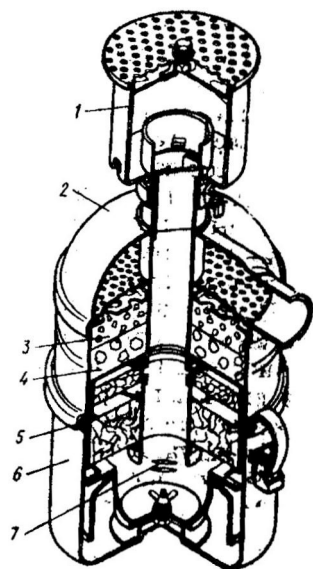

Рис. 39. Воздушный фильтр (воздухоочиститель):
8) во избежание засасывания масла в цилиндры дизеля и увеличенного нагарообразования нельзя допускать заливки масла в поддон воздухоочистителя более чем 1,05 л. Уровень масла при заливке определяется по верхней кромке меток 7 на масляной ванне (рис. 39).
1) очищают корпус воздухоочистителя, отсоединяют от него инерционную головку 1 (рис. 39) и поддон 6;